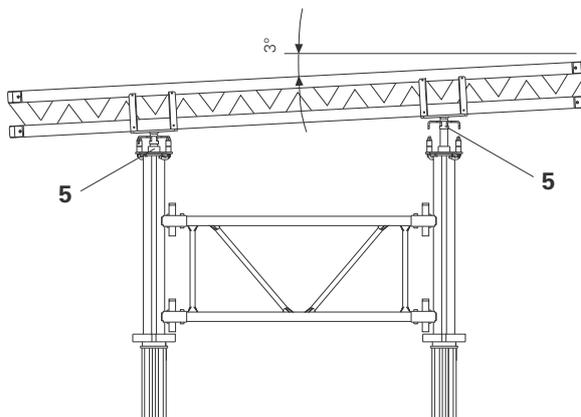

Fig. 14
Toppgaffelen MKK (5) med hurtiglås kan dreies 3° i alle retninger. Den egner seg for sikker montering av en eller to dragere GT 24 eller VT 20 ved en ikke horisontal dekkeforskaling. (Fig. 14)